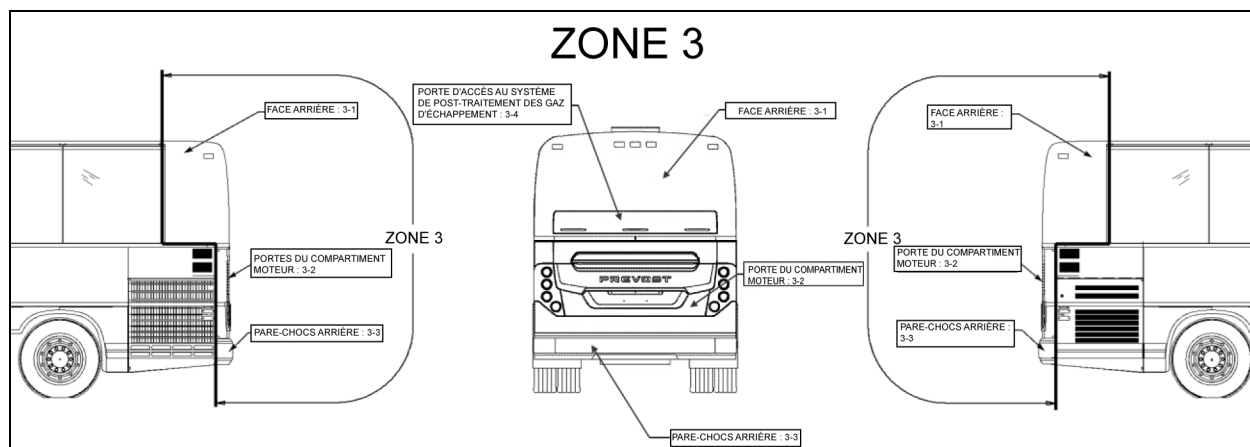

FIGURE 107: ZONE 3
6. S'assurer que les deux loquets sont en position fermée (verrouillée). Le bord supérieur de l'ouverture du loquet et le bord supérieur de l'ouverture du châssis doivent être alignés (Figure 107).